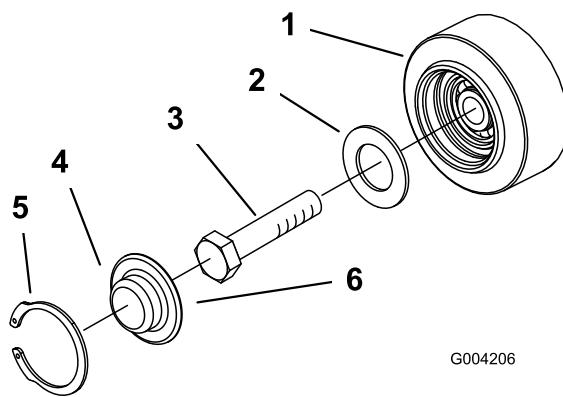

Figure 44
3. Déposez le jonc d'arrêt et le chapeau d'un galet de roulement (Figure 44).
4. Vérifiez la graisse sous le chapeau et autour du joint (Figure 44). Si elle est encrassée, granuleuse ou en quantité insuffisante, enlevez toute la graisse, remplacez le joint et ajoutez de la graisse neuve.
6. Placez le chapeau de galet de roulement sur la tête du boulon (Figure 44).
7. Fixez le chapeau avec le jonc d'arrêt (Figure 44).